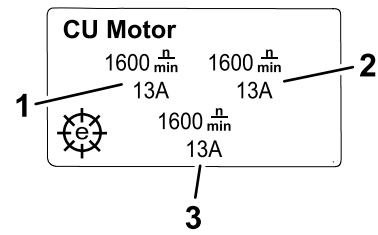

図 20
- **カットングユニットのモータ画面 図 20:** 各カットングユニットのモータの速度と電流値を表示します。